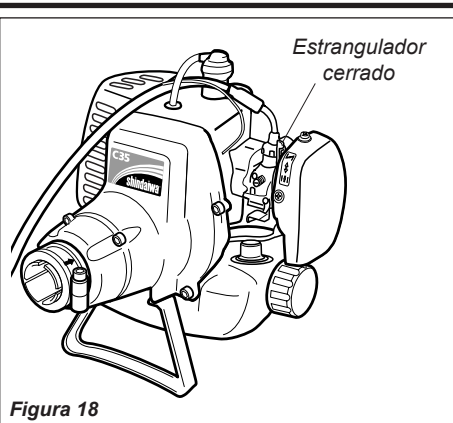

Figura 18
3. (Motor frío solamente) Estrangule el motor moviendo la palanca del estrangulador para arriba hacia la bujía (el estrangulador está cerrado). Consulte la figura 18.